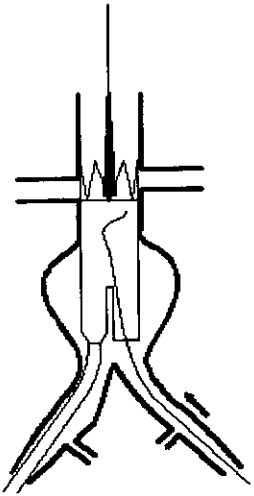

Fig. 8 Introducción de otro alambre guía
5.14 Insertar otro cable guía a través del otro lado de la arteria femoral dentro de la rama más corta de la prótesis artificial AAA colocada (Fig. 8)